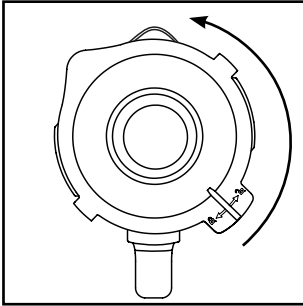

Fig. 1
- 1) Drej blenderkanden ③ i retning mod uret, indtil pilen ▼ under blenderkandens håndtag står over positionen ↶. Tag blenderkanden ③ lodret op fra motorblokken ①.
- 2) Fjern låget ② ved at dreje det mod uret i retning af position ↷ (se fig. 1), indtil du kan tage det af oppefra.
- 3) Fyld blenderkanden ③ mindst op til den nederste streg på skalaen ④ og maksimalt til MAX-markeringen. For at opnå optimale resultater anbefaler vi følgende maksimale påfyldningsmængder: